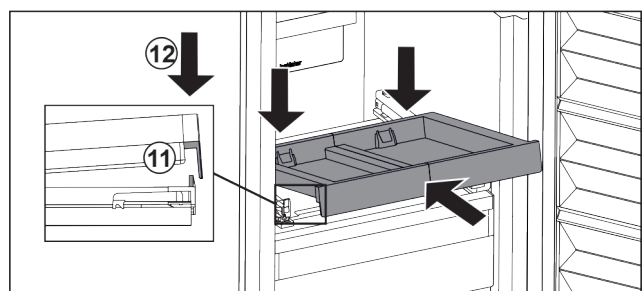

Fig. 104
- ▶ Вставьте, наклоняя вниз. Обратите внимание на то, чтобы на обеих сторонах упор был за накладкой. Fig. 104 (11)
- ▶ Снимите выдвижную панель спереди. Fig. 104 (12)